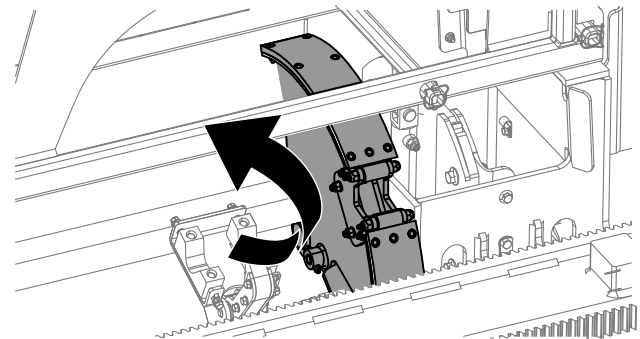

Bild 19
9. Halten Sie den unteren Teil des Kippschalters (Bild 18), bis die Nocken sich zur ausgewählten Reihe unter dem Rohrkasten drehen (Bild 19).